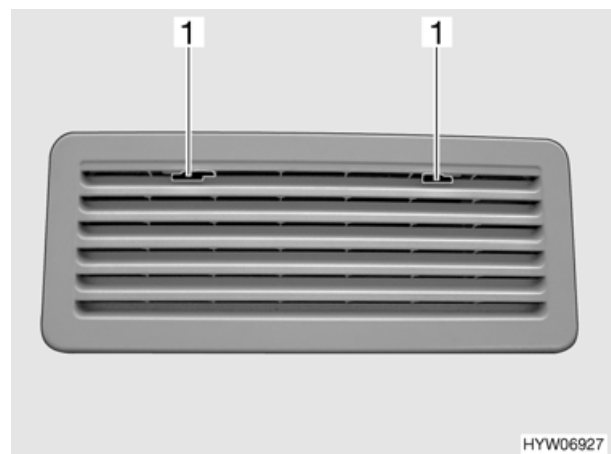

Bild 90 Kühlschrank-Lüftungsgitter (Variante 2)
- Arretierung (Bild 90,1) zur Mitte schieben.